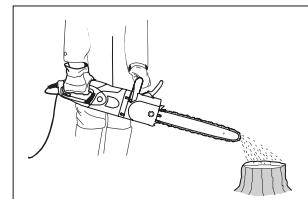

Рис. 9
- Перед началом работы проверьте подачу масла: включите электрическую пилу и подержите ее над подходящей подстилкой. При достаточной смазке образуется легкий след от капель сбрасываемого масла (рис. 9).